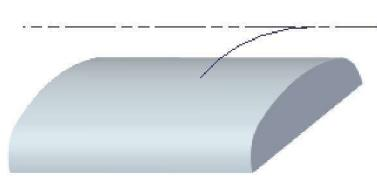
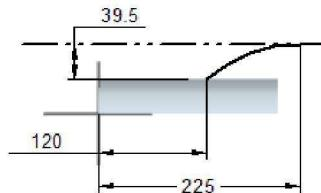

图 2.4 草图 1 (建模环境)
图 2.5 草图 2 (草绘环境)
Step3. 创建图 2.4 所示的草图 1。在 草图 区域中单击 按钮，选取右视图 (YZ) 平面为草图平面，进入草绘环境，绘制图 2.5 所示的草图 1，单击 按钮，退出草绘环境。